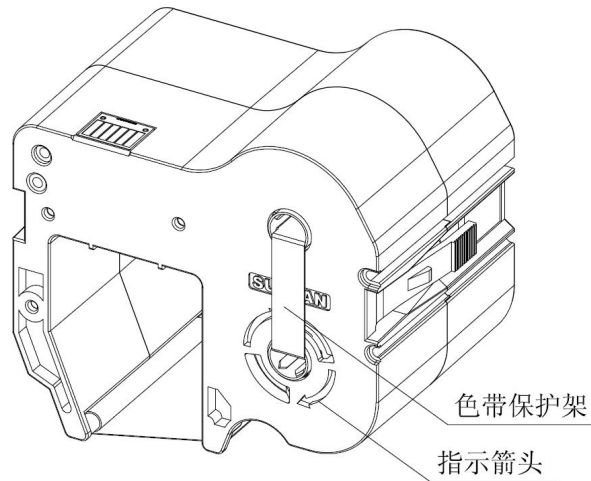

图 6
1. 如图 6 所示，取下色带保护架，按色带上指示箭头方向旋紧色带。